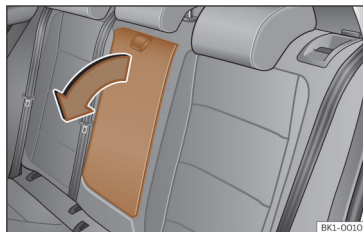

Fig. 97 Apoio de braços central traseiro rebatível (representação esquemática).
• Para **baixar** o apoio de braços, puxe o laço no sentido da seta >>> **Fig. 97**.